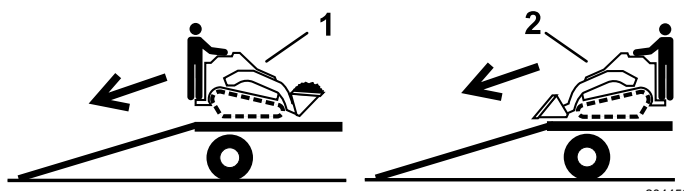

Figura 30
2. Scaricate la macchina dal rimorchio con l'estremità più pesante sulla rampa, trasportando i carichi verso il basso (**Figura 30**).